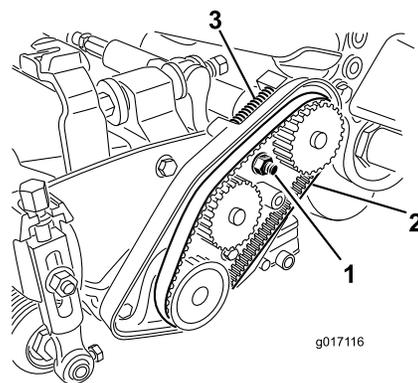

图 41
A. 松开轴承座安装螺母 (图 41)。
- C. 清除皮带舱内部和压缩弹簧周围的任何杂物 (图 41)。